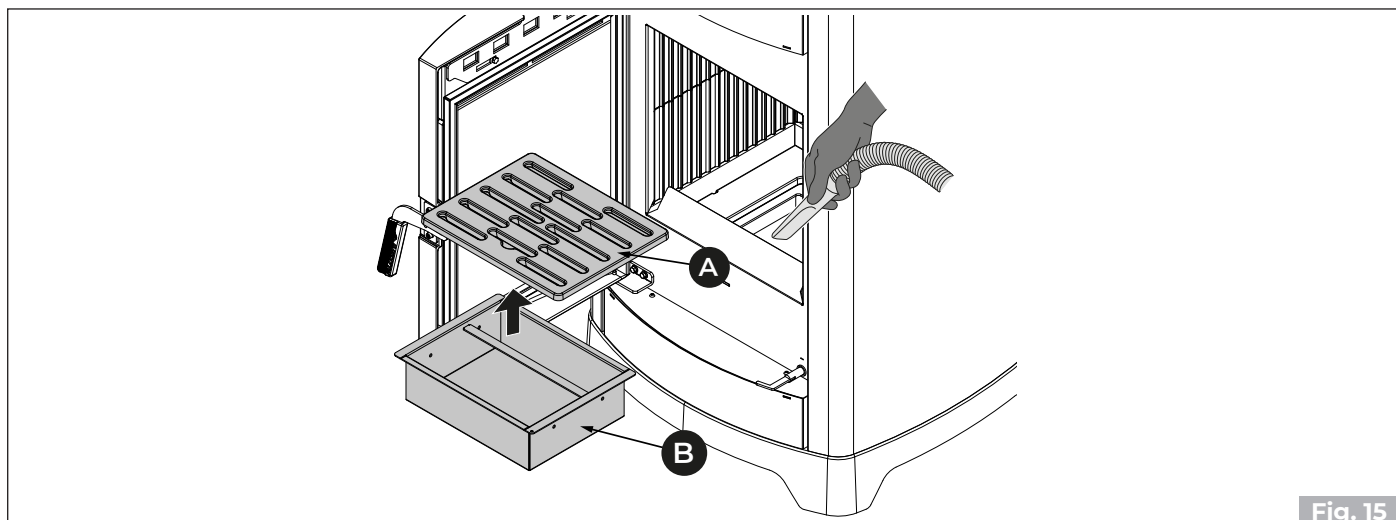

Fig. 15
- 1) Pulire accuratamente la griglia (A) (Fig. 15). Rimuoverla ed effettuare la pulizia del focolare utilizzando una scopetta (non in dotazione) facendo convogliare i residui della combustione nel cassetto cenere.
- 2) Estrarre il cassetto cenere (B) dal basamento ed aspirare l'eventuale cenere depositata nei vani sottostanti (Fig. 15).